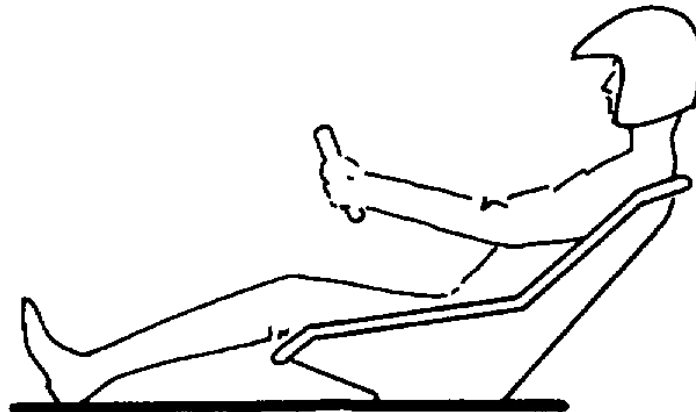

Fig. 2. Helt golv under föraren.
- Fordon ska undertill vara försedd med ett helt golv som täcker förarens ben och förarstol underifrån. Stålplåt minimum 2 mm tjocklek, aluminium minimum 3 mm tjocklek (se Fig. 2).